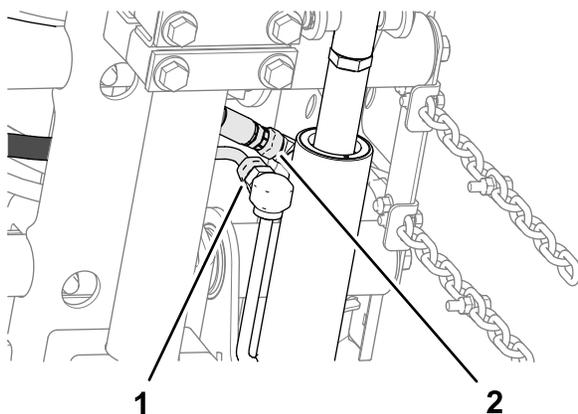

Рисунок 16
2. Установите проставку между несущей и монтажной пластинами (Рисунок 16) и соедините пластины и проставку, не затягивая, с помощью каретного болта ( $\frac{3}{8}$  x  $1\frac{1}{4}$  дюйма) и фланцевой контргайки ( $\frac{3}{8}$  дюйма).